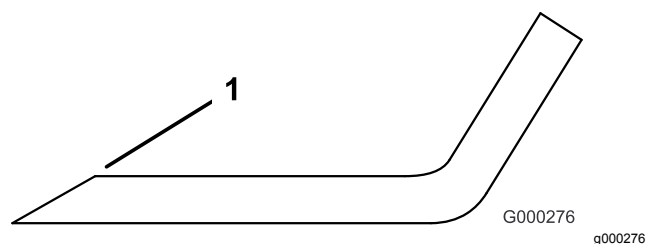

Figura 108
- Inspeccione los filos de corte de todas las cuchillas, y afílelos si están romos o tienen mellas (Figura 108).
Nota: Afíle únicamente la parte superior del filo y mantenga el ángulo de corte original para asegurar un filo correcto (Figura 108). La cuchilla permanecerá equilibrada si se retira la misma cantidad de metal de ambos bordes de corte.